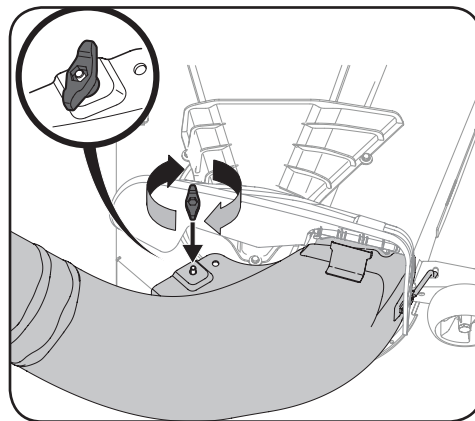

Figura 4-29
1. Enrosque el extremo superior del tubo del canal en forma segura, en el soporte superior del canal. Existen dos lengüetas en el lado bajo interno del soporte del canal superior que permiten un enrosque seguro. Consulte la Figura 4-29.